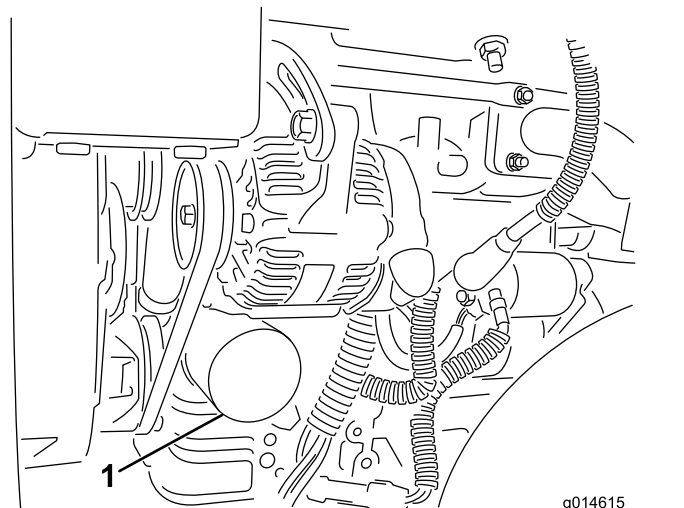

Figura 37
2. Retire el filtro de aceite (Figura 37). Aplique una capa ligera de aceite limpio a la junta del filtro nuevo.